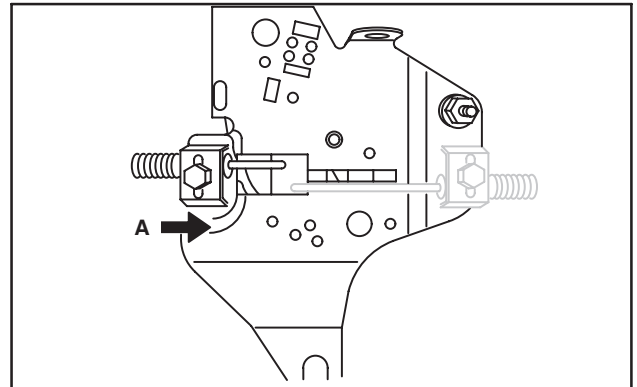

Fig. 66
Régler le câble de commande à distance comme indiqué (A), pour augmenter la vitesse, Fig. 66.